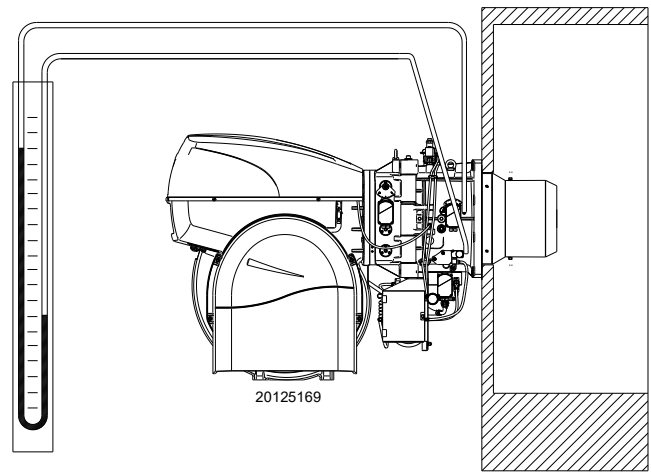

Fig. 33
- Montar un manómetro en U o un manómetro de tipo diferencial (Fig. 33), con toma (+) en la presión gas del manguito y (-) en la cámara de combustión. Se utiliza para medir la potencia MÁX aproximada del quemador.
La llegada de gas al manguito puede observarse en el manómetro en U (Fig. 33).